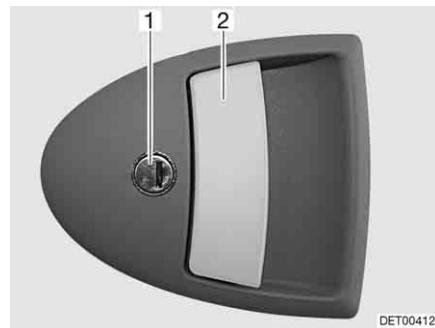

Fig. 28 Serratura della porta di ingresso, lato esterno
*Apertura:* ■ Inserire la chiave nel cilindro della serratura (Fig. 28,1) e ruotare fino a quando la serratura della porta si sblocca.
■ Tirare la maniglia della porta (Fig. 28,2). La porta è aperta.
*Bloccaggio:* ■ Inserire la chiave nel cilindro della serratura (Fig. 28,1) e ruotare fino a quando la serratura della porta si blocca.